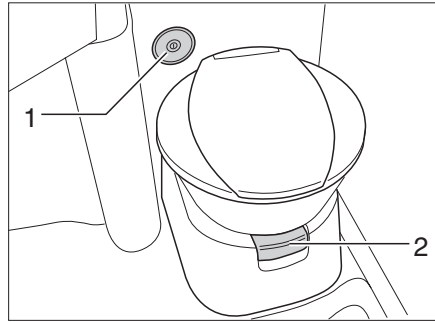
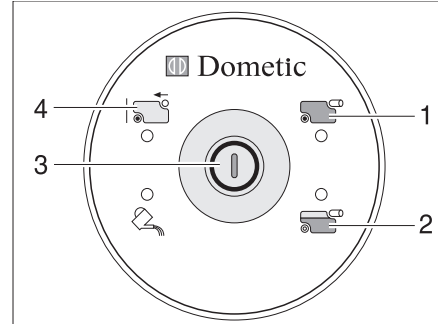

Bild 276 Toilettenschüssel mit Kontroll- und Bedieneinheit
Bild 277 Kontroll- und Bedieneinheit Toilette
Vor der Benutzung der Toilette etwas Wasser in die Toilettenschüssel laufen lassen. Dazu den Spülknopf (Bild 277,3) an der Kontroll- und Bedieneinheit (Bild 276,2) drücken.
- Vor dem Spülen den Schieber der Toilette öffnen. Dazu den Schieberhebel (Bild 276,1) herausziehen.
- Zum Spülen den Spülknopf (Bild 277,3) drücken.
Die Kontroll-Leuchte (Bild 277,2) leuchtet, wenn der Fäkalientank zu 3/4 gefüllt ist. Die Kontroll-Leuchte (Bild 277,1) leuchtet, wenn der Fäkalientank entleert werden muss.
- Den Schieber öffnen. Dazu den Schieberhebel (Bild 276,1) herausziehen.
- Den Schieberhebel (Bild 276,1) hineindrücken. Der Schieber wird geschlossen. Zum Entleeren **muss** an der Toilette der Schieber geschlossen sein.
- Fäkalientank entnehmen und entleeren, wie in den Abschnitten 11.8.4 und 11.8.5 beschrieben. An der Kontroll- und Bedieneinheit leuchtet die Anzeige "Fäkalientank entnommen" (Bild 277,4).